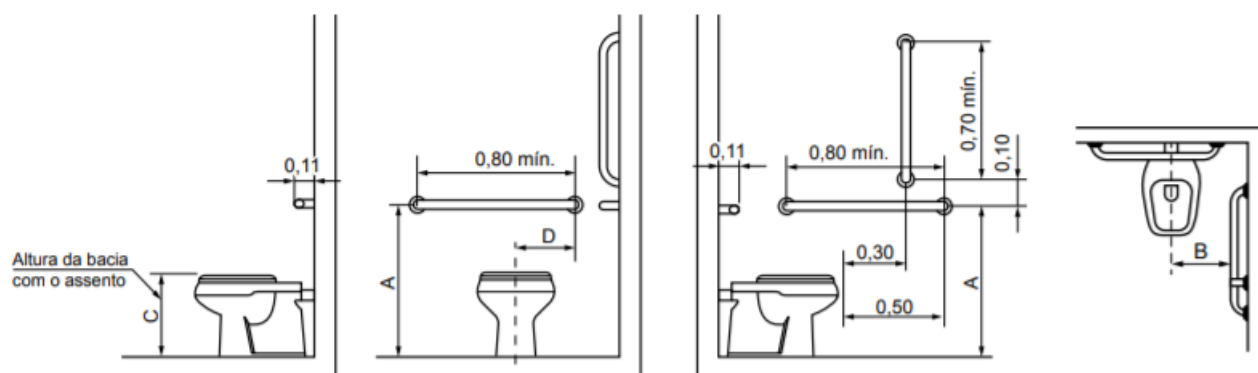

Figura 2. Instalação de barras de apoio de lateral e fundo em bacias sanitárias. FONTE: NBR 9050/2020.
Serão colocadas peças sanitárias, bem como lavatório e bacia sanitária específicas para PNE. Na bacia sanitária será feita a instalação de uma barra de apoio reta fixada no fundo, duas barras retas fixadas nas laterais, uma na horizontal e uma na vertical conforme a figura 2 abaixo, tomando como medidas padrão de adultos, como medida de altura das barras $A=0,75\text{m}$, a distância da barra lateral até o centro da bacia $B=0,40\text{m}$, altura da bacia sanitária com o assento $C=0,46\text{m}$ e distância do centro da bacia sanitária até a extremidade da barra de apoio de fundos $D=0,30\text{m}$. No caso de ser utilizada bacia sanitária com caixa acoplada, deve-se verificar a NBR 9050/2020 item 7.7.2.4.2., onde compreende as distância para instalações de barras de apoio nesses casos.